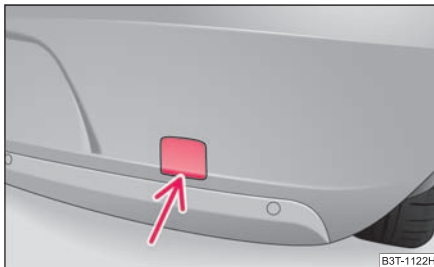

Fig. 226 Bara de protecție din spate: Demontarea capacului
- Apăsăți pe partea de jos a capacului din bara de protecție din spate ⇒ fig. 226 și scoateți-l.